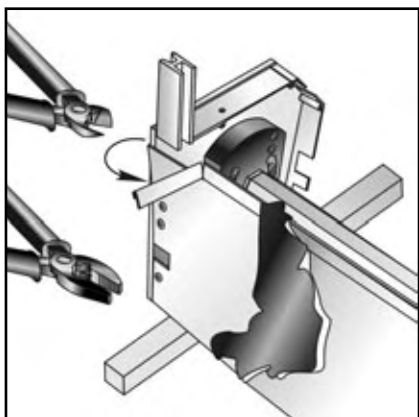

рис. 11
4.2.8. Вырезать отбортовку задней панели короба в местах прилегания направляющих шин (рис.11).